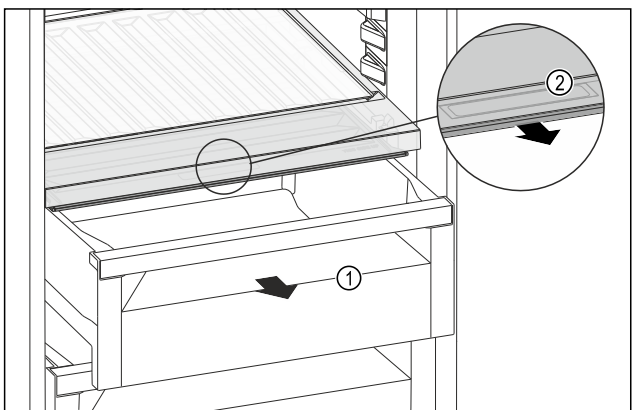

Fig. 183
- ▶ Schubfach Fig. 183 (1) herausziehen.
- ▶ Griffmulde Fig. 183 (2) am Fachdeckel anfassen und Fachdeckel gleichzeitig nach vorne ziehen.